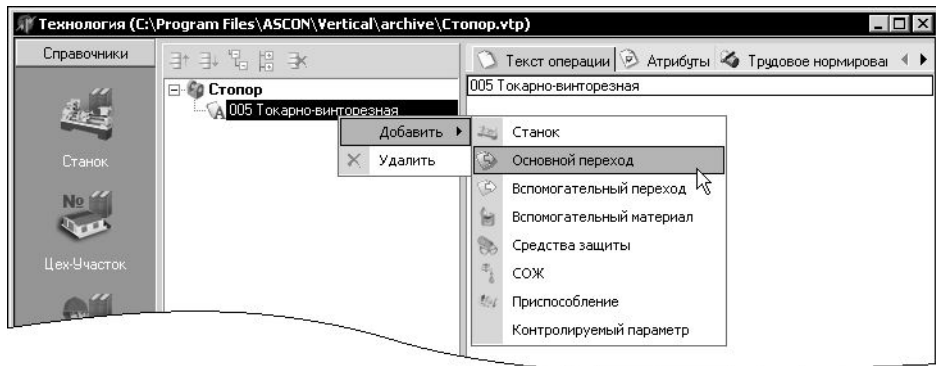

Рис. 9.7. Формирование основного перехода через контекстное меню
- остальные виды оборудования, используемые в операции, добавить в дерево ТП через контекстное меню. Для этого установите курсор на операцию в дереве ТП, правой кнопкой мыши откройте контекстное меню и выберите пункты **Добавить — Станок** (см. рис. 9.7).
2. В контекстном меню (рис. 9.7) выберите пункты **Добавить — Основной переход** (если требуется сформировать основной переход) или **Добавить — Вспомогательный переход** (если требуется сформировать вспомогательный переход).